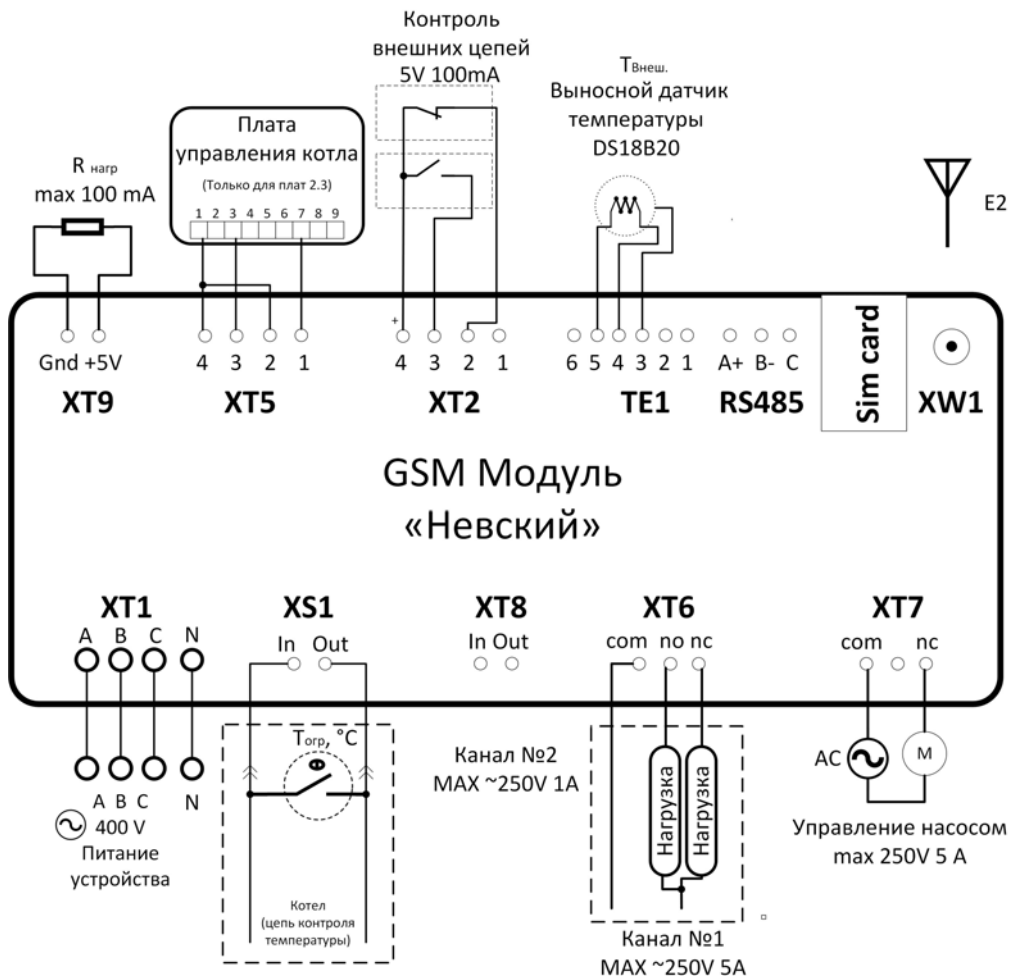

Рис. 5
- 6.4. На клемму XT1 согласно Рис. 5 необходимо подключить фазный и нейтральный провод. Если вы не планируете отслеживать наличие фаз, то можно соединить
- 7.4. Подключение к дополнительным каналам управления (1 и 2) осуществляется соответственно через клеммник ХТ6 и ХТ8 (Рис. 5).
- 7.5. Канал1 (клеммник ХТ6) (Рис. 5) это электромеханическое реле, состоит из пары контактов – нормально-замкнутого и нормально-разомкнутого. Нагрузочная способность, коммутируемая реле управления 5А при напряжении 230В. Если подключаемые устройства, имеют более высокие нагрузки, тогда они подключаются через промежуточные реле. Для подключения использовать провода сечением не менее 0,5 мм² (в комплекте не поставляются).
- 7.6. Канал2 (клеммник ХТ8) (Рис. 5) это твердотельное реле, состоит из нормально-разомкнутого контакта. Нагрузочная способность, коммутируемая симистором управления 1А при напряжении 230В. Если подключаемые устройства, имеют более высокие нагрузки, тогда они подключаются через промежуточные реле.
- 7.7. Используя канал №1 можно переключать работу системы отопления с основного котла на резервный котел. На Рис. 5 изображен вариант схемы подключения канала №1 GSM-модуля для переключения работы системы отопления с основного котла на резервный.
- 7.8. Через контакты клемника ХС1 (Рис. 5) осуществляется подключение контактов термовыключателя котла. При срабатывании термовыключателя модуль пошлет сообщение «ПЕРЕГРЕВ».
- 7.9. Датчики контроля внешних цепей (охранной сигнализации) подключаются к разъему XT2 (Датчики охраны) (Рис. 5).
- 13.1. GSM-модуль позволяет осуществлять контроль датчиков внешних цепей, например для охраны какого-либо объекта. Для включения этой функции необходимо подключить систему охраны к клеммам GSM-модуля в соответствии с Рис.5 и нажать на кнопку «ОХР. ВКЛ», при этом должна загореться красный светодиод. При повторном нажатии функция охраны отключается, светодиод гаснет.